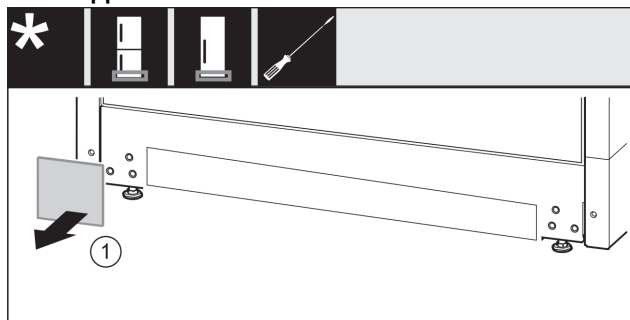

Fig. 17
- ▶ Afdekking Fig. 17 (1) wegnemen.